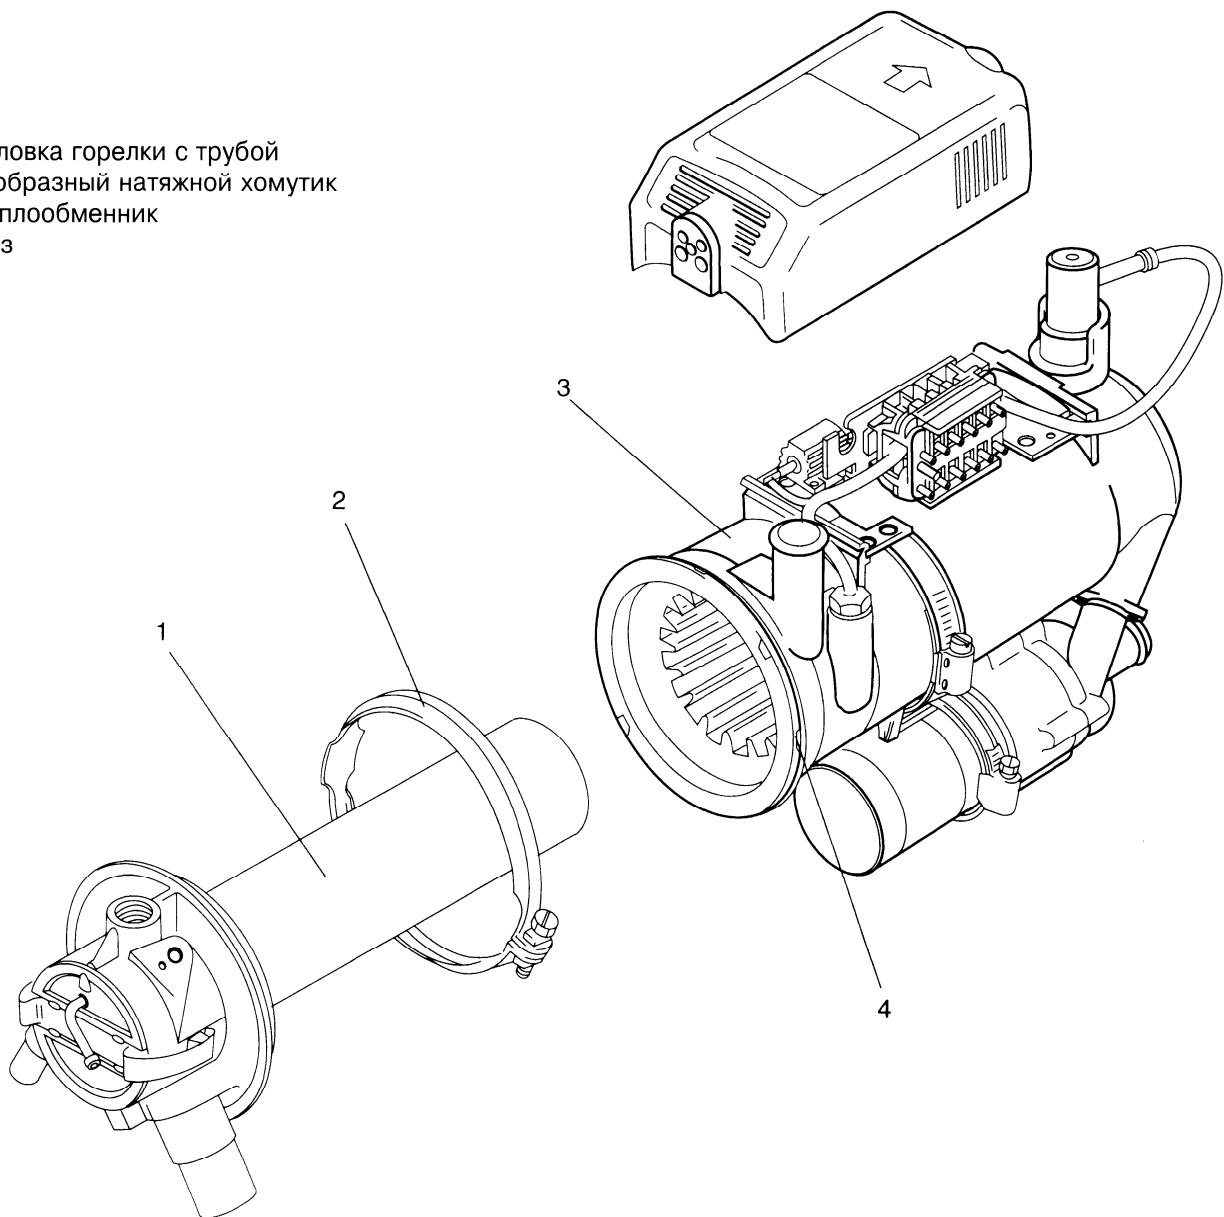

рис. 906 Замена головки горелки с трубой горения
6. Удалить V-образный натяжной хомутик (2, рис.906)
7. При помощи двух отвёрток, вставляемых в паз (4), действуя ими, как рычагами, извлечь головку горелки и удалить её.
1. Привести головку горелки (1, рис. 906) с трубой горения в положение для сборки. Между головкой горелки и теплообменником (3) нанести смазку опаслип (идент.-№ 105898 )
2. Вдвинуть головку горелки (1) с трубой горения в теплообменник (3) и в случае необходимости отцентрировать.
3. Укрепить V-образный натяжной хомутик (2) и затянуть с моментом 4,5 Нм